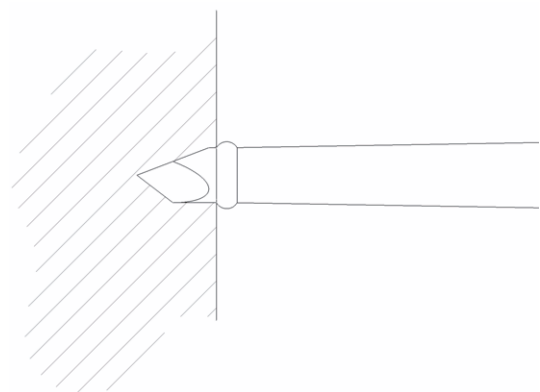

Fig. 1 Alène entièrement introduite
- Ne jamais introduire l'alène au-delà de la collerette, voir Fig 1.